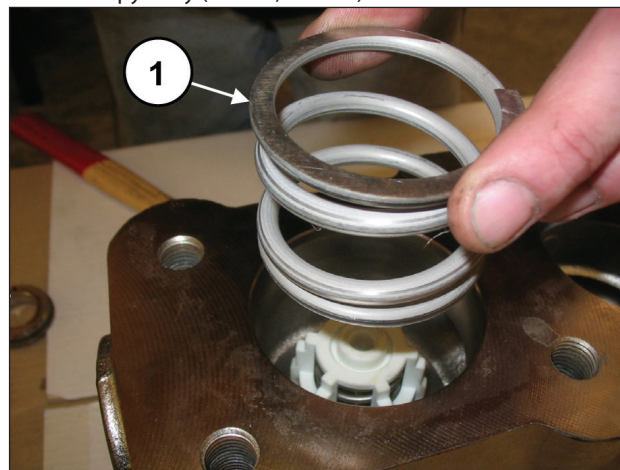

Рис. 91
Снимите пружину (поз. ①, Рис. 91).